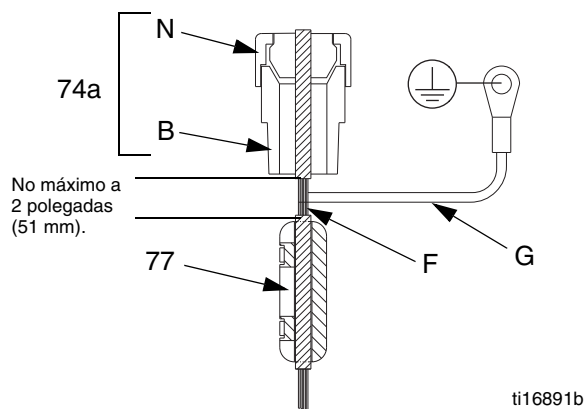

FIG. 13. Cabo de campo do circuito IS
19. Rosqueie o cabo do IS de campo e sua blindagem prensa cabo condutor (74a) e ligue-os a J3 e J2. Consulte a FIG. 13 e o **Diagramas Elétricos**, na página 10.
20. Consulte a FIG. 13. Aperte firmemente a porca (N) no prensa cabo condutivo (74a). Instale o ferrite (77) cabo do campo (F), a no máximo 2 polegadas (51 mm) do final do prensa cabo condutivo (74a). Instale o cabo terra no parafuso de aterramento na caixa de junção.
21. Instale uma nova junta (33), a tampa (34), e os seis parafusos (12).
22. Remova a etiqueta antiga (L) da tampa da placa de circuito (34). Coloque a nova etiqueta (L) na tampa.
23. calibre o transdutor, inserindo as informações encontradas na nova etiqueta (L):
24. Reinstale a tampa (32) com dois parafusos (12).